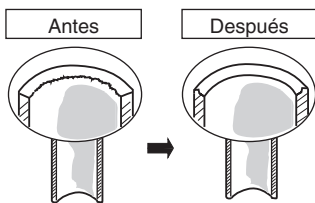

Fig. 5-1
- (1) Corte el tubo de cobre a la longitud necesaria con un cortador de tubos. Se recomienda cortar aproximadamente entre 30 y 50 cm más que la longitud del tubo calculada.
- (2) Extraiga las rebabas del extremo del tubo de cobre con un escariador de tubos o una lima. Este proceso es importante y debe hacerse con cuidado para conseguir un buen abocardado. Asegúrese de impedir que entre cualquier contaminante (humedad, suciedad, virutas metálicas, etc.) en la tubería. (Figs. 5-1 y 5-2)